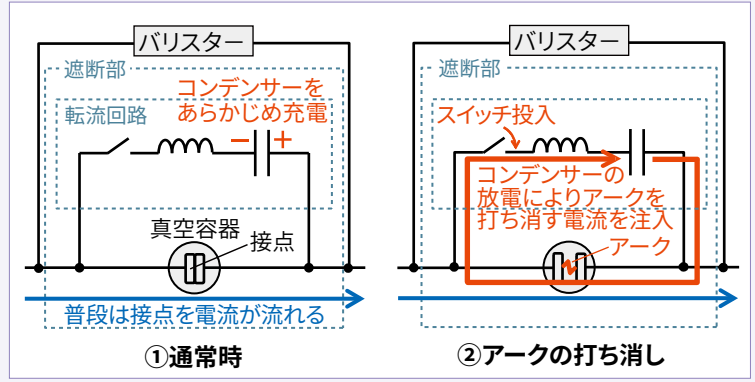

図8 直流高速度真空遮断器の遮断部の動作
直流高速度真空遮断器は、真空容器中の接点と転流回路で遮断部を構成します。転流回路はコイルとコンデンサーを直列に接続したもので、コンデンサーはあらかじめ充電した状態しておきます。遮断部の動作を図8に示します。普段は、①のように真空容器中の接点に電流を流し、電流遮断時には②のように接点を引き離して真空容器内でアークを発生させます(真空中は音波が伝搬しないため、このアークは無音です)。これと同時に、転流回路のスイッチを投入し、あらかじめ充電していたコンデンサーを放電して接点にアーク電流を打ち消す方向の電流を注入します。これにより接点間のアークが消失すると、接点間の電圧が上昇してバリスターに電流が流れ、遮断が完了します。直流高速度真空遮断器は、1988年に相模鉄道で初めて採用されたのを皮切りに活躍の場を広げています⁶⁾。